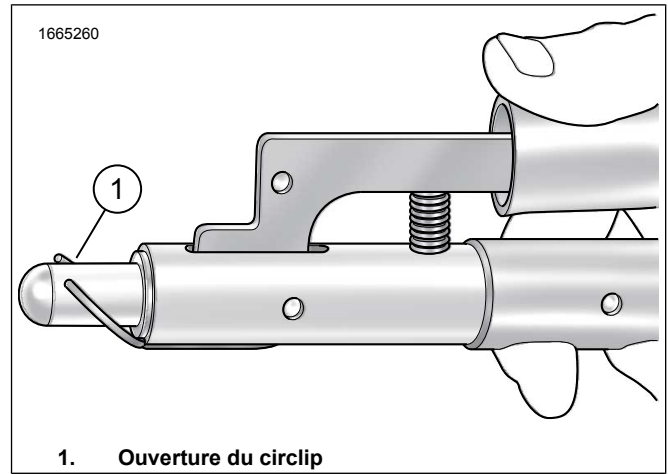

Figure 3. Positionner le circlip
- Figure 3 Positionner l'ouverture du circlip (1) à la position midi sur l'outil spécial..